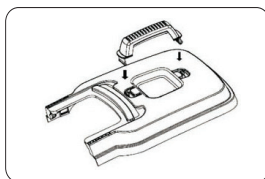

Рис. 5
5. Подсоедините ручку к травосборнику (Рис. 5).